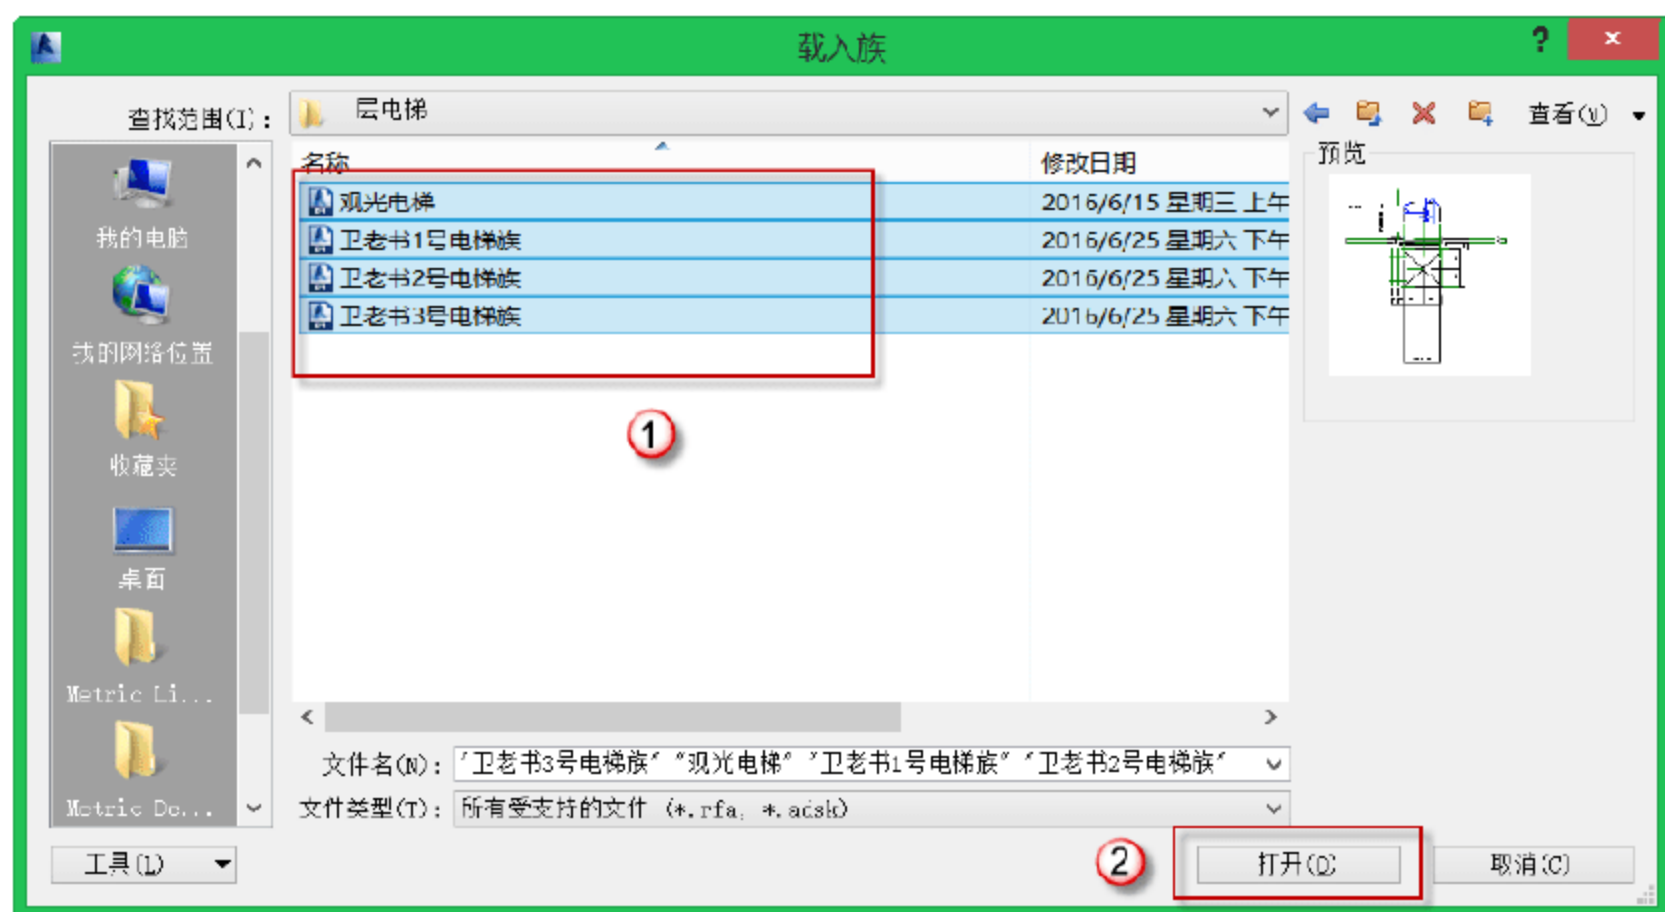

图 10.4.65 载入一层所有的电梯族
(1) 载入一层所有的电梯族。选择“插入”→“载入族”命令，在弹出的对话框中找到对应的“一层电梯族”文件位置，按快捷键 Ctrl++，选中所有的“电梯族”，单击“打开”按钮，如图 10.4.65 所示。这就插入了电梯族。